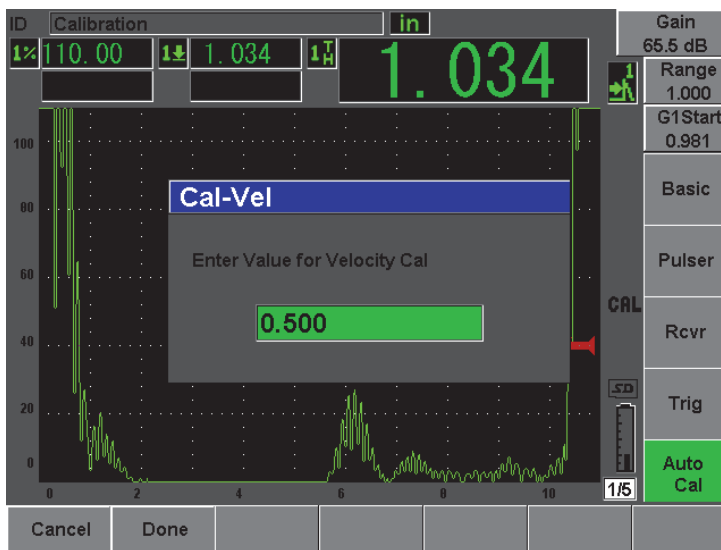

Рис. 10-13 Введение значения толщины для калибровки скорости
15. Введите известное значение толщины стробированного сигнала (12,5 мм или 0,500 дюйма в этом примере), а затем выберите **Continue** (Продолжить), чтобы перейти ко второму этапу калибровки (см. Рис. 10-13 на стр. 176).